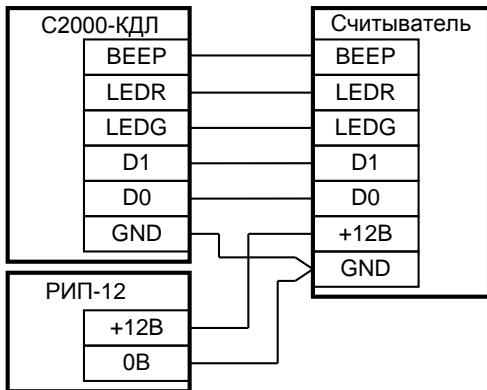

Рисунок 7. Схема подключения считывателей с интерфейсом Wiegand или ABA Track-II
4.4.5 Подключение считывателей с интерфейсом Wiegand показано на рис. 7.